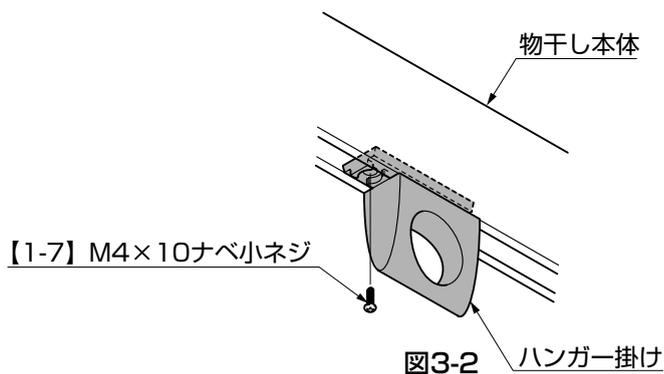

図3-2
- ② ハンガー掛けは、【1-7】で締付けて固定してください。(図3-2参照)